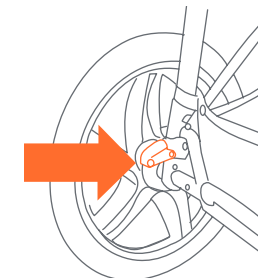

Fig. 11
- 11)** • Repérez les 2 freins arrière derrière le chariot sur la droite et à gauche de l'axe (Fig. 11).